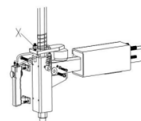

Рис. 22
Примечание: Если вертикальная направляющая не фиксируется, или не выдерживается необходимое расстояние 2–3 мм от низа монтажной головки до обода, отрегулируйте шестигранную стопорную пластину, см. рис. 22, и отрегулируйте (X).